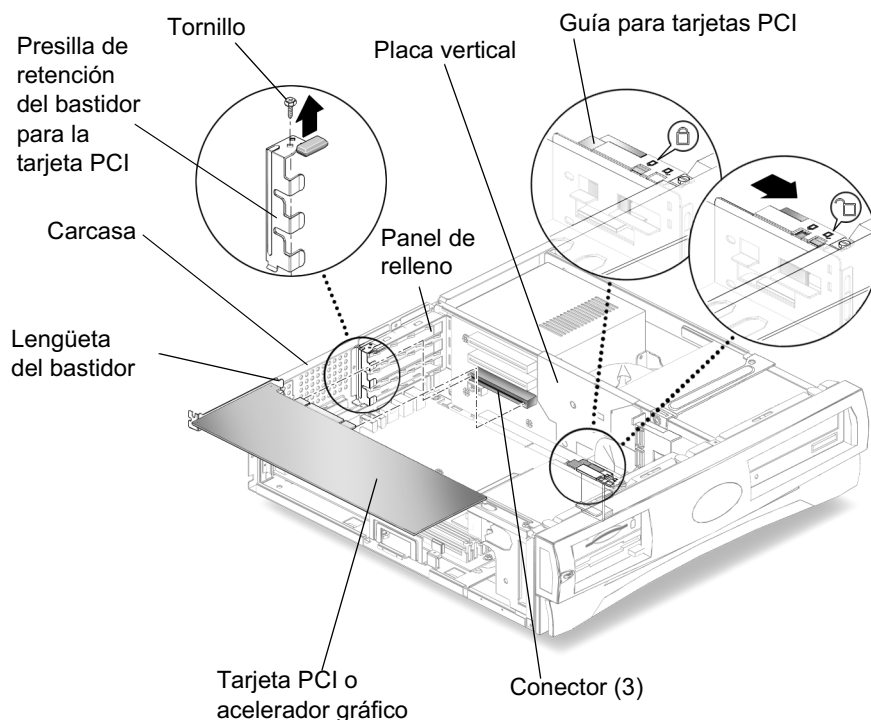

FIGURA 4-8 Instalación de una tarjeta PCI o acelerador gráfico
2. Utilice un destornillador de estrella del número 2 para extraer el tornillo que sujeta la presilla de retención del bastidor de la tarjeta PCI (FIGURA 4-8).
7. Vuelva a colocar la presilla de retención del bastidor para la tarjeta PCI (FIGURA 4-8).